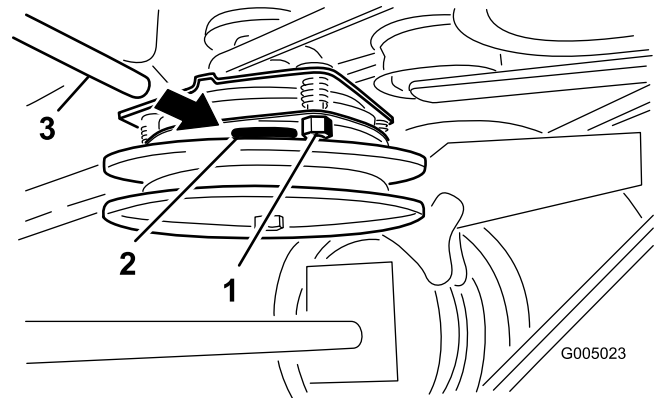

Figura 36
2. Apriete las contratuercas hasta fijar ligeramente la galga pero dejando que ésta se pueda mover con facilidad en la separación (Figura 36).